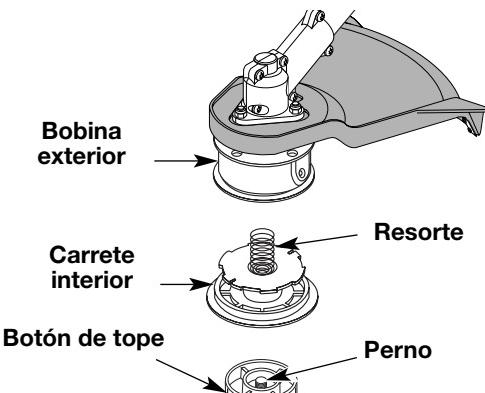

Fig. 12
1. Sostenga la bobina exterior con una mano y desenrosque el botón de tope en sentido antihorario (Fig. 12).
2. Saque el carrete interior de la bobina exterior (Fig. 12).
3. Saque el resorte del carrete interior (Fig. 12).
2. Saque el carrete interior viejo de la bobina exterior (Fig. 12).
3. Saque el resorte del carrete interior viejo (Fig. 12).